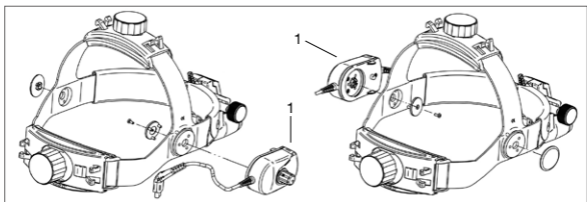
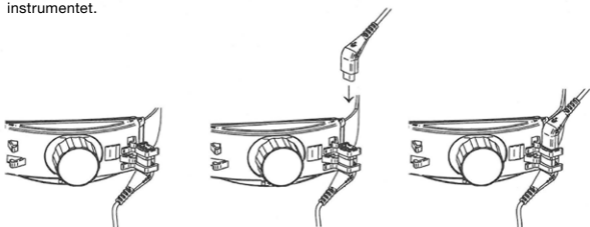

Bild 3 Montering av pannbandsregleraren
Bild 4
Reglaget för ljusstyrka (1) kan monteras på vänster eller höger sida av huvudbandet (se bild 3). Ljusstyrkan kan när som helst justeras med ljusreglaget (1).
För att använda ML4 LED med mPack eller EN50, anslut den korta sladden från ljusreglaget med sladden från mPack UNPLUGGED/Cinch och fäst detta på nackbandet (bild 4). Koppla instrumentet till cinch-kontakten på mPack or EN50. Med reglaget (1) (bild 3) kan man ställa in ljusstyrkan och stänga av och slå på instrumentet.